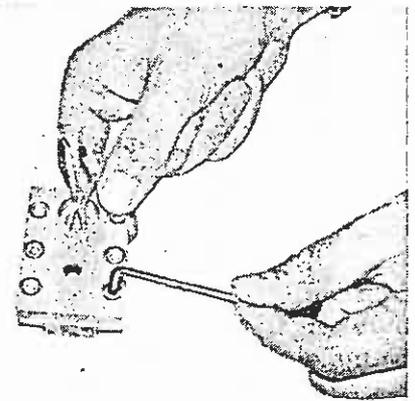

Bild 149
6. Befestigungsschrauben aus der Anpreßplatte heraus-schrauben (Bild 149).